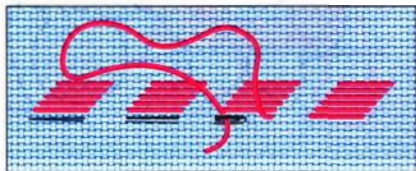

Рис. 57. Набор (брань)
**Набор (брань)** — это двустороннее скорое шитьё, напоминающее по фактуре ткачество, потому что выполнение этого шва можно сравнить с движением челнока (рис. 57). Выполняют его прямыми стежками различной длины (швом «вперёд иглу») по счёту нитей в зависимости от узора. На изнаночной стороне работы получается негативный узор. Стежки нужно делать не очень длинными, чтобы впоследствии они не цеплялись и не вытягивались.